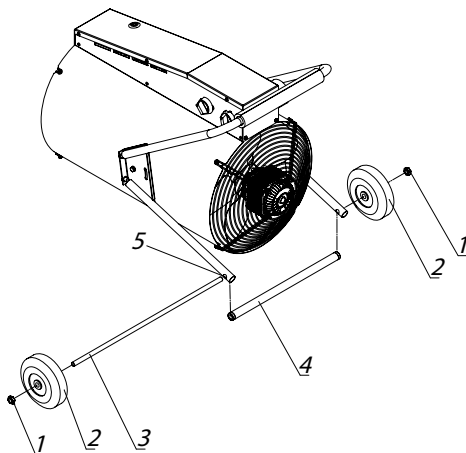

Рис. 3
Продеть ось (3) через отверстие в опоре (5) и декоративную трубку (4). Установить колеса (2) на ось (3) и закрутить самоконтрящиеся гайки М10 (2 шт.) (1) (Рис. 3)